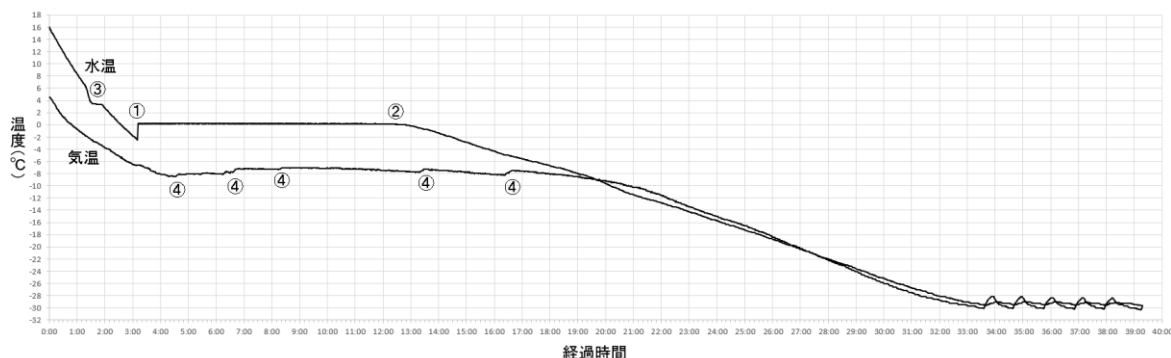

図1. 従来の方法での冷凍庫内の気温と水温の例
その結果、図1のような温度変化がみられた。冷凍食品の保存温度が $-18^{\circ}\text{C}$ 以下であるため、冷蔵庫の冷凍室や冷凍庫は $-18^{\circ}\text{C}$ 以下の温度になるように作られている。このため、冷蔵庫内の気温、ペットボトル内の水温もどんどん下がっていく。しかし、温度が下がり過ぎると過冷却状態が壊れやすく、中の水が凍ってしまう。ただ、過冷却状態が壊れるとペットボトルの中は水と氷が混ざった状態であるので、温度は $0^{\circ}\text{C}$ になる。そしてペットボトル内の水はどんどん凍っていくが、温度は $0^{\circ}\text{C}$ に保たれ、ペットボトル内の水が全て凍ると再び温度が下がっていく。
図1で、温度計センサーを入れたペットボトルは①で凍り始め、②で全て凍ったことがわかる。周囲のペットボトルも、過冷却状態が壊れると $0^{\circ}\text{C}$ に保たれるため、冷凍庫内の気温はなかなか下がらず、約15時間もの間、 $-8^{\circ}\text{C}$ 前後に保たれていた。また、冷凍庫内で周囲の水が凍ったペットボトルが断熱の役割をして、内側のペットボトルが冷えにくくしている可能性もある。